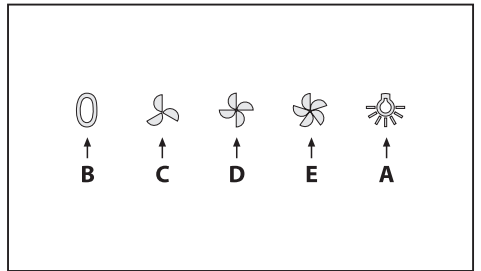

Fig. 11
• **Comandi meccanici (Fig.11)** la simbologia è di seguito riportata: